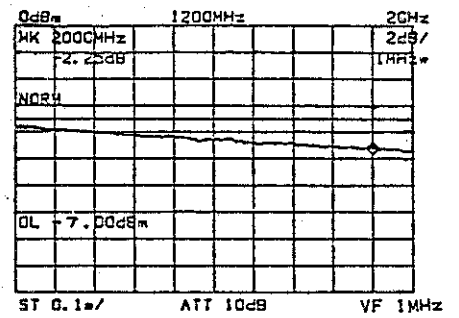

図 4-37 マーカの表示から
- ⑧ マーカを表示するとマーカ・レベルで被測定波形上のマーカ点とディスプレイ・ラインとの相対値を直読できます (図 4-37)。ノーマライズ・モードの解除には、再度 SHIFT , と押して下さい。